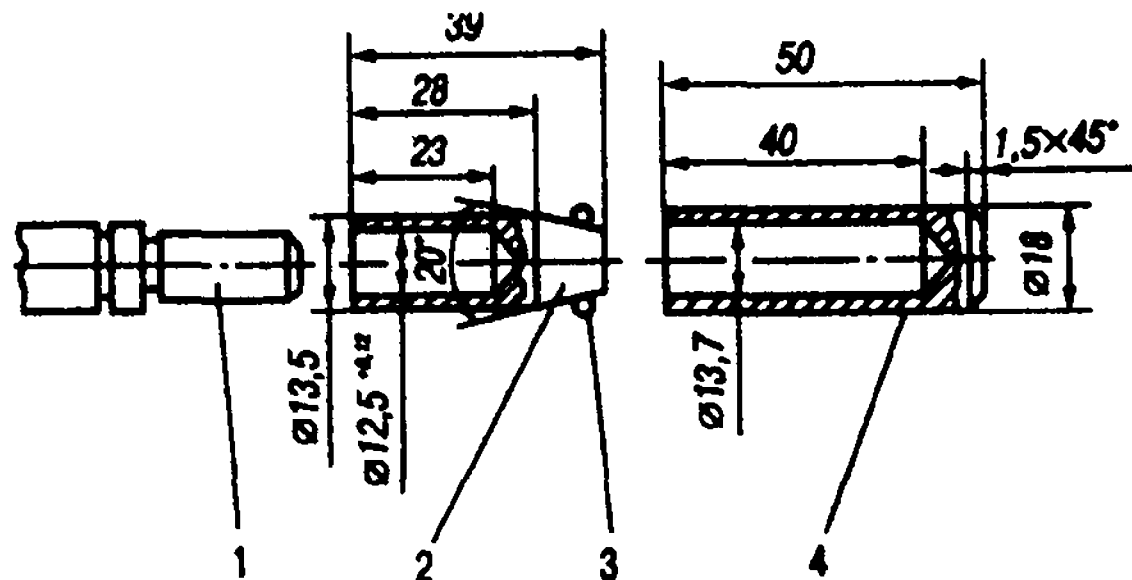

Рис. 11.20. Приспособление для одевания пружинного кольца: 1 - вал якоря, 2 - втулка направляющая, 3 - кольцо пружинное, 4 - толкатель
- если пружинное кольцо 30 (см. рис. 11.15) якоря имеет деформацию; его надо заменить новым или выправить, для одевания кольца используйте приспособление, показанное на рис. 11.20.